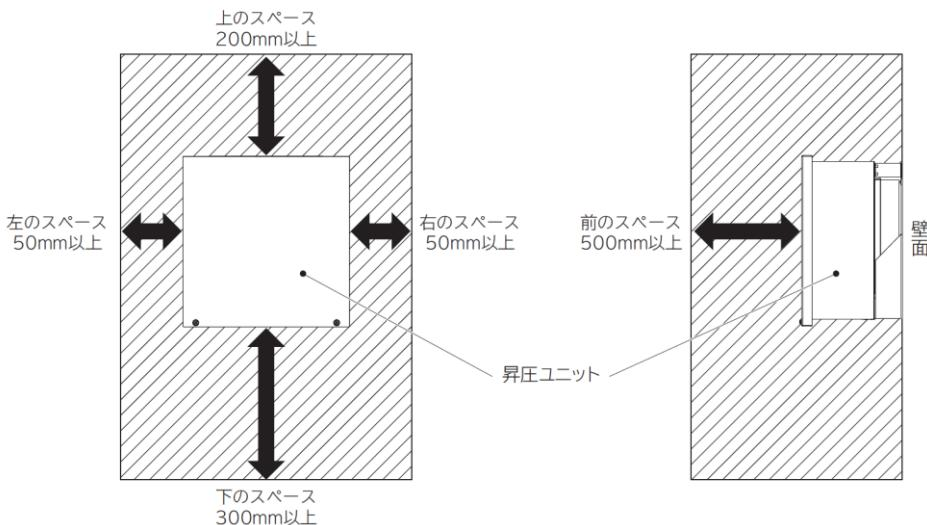

図 5-1 放熱・据付工事に必要なスペース
- (1) 昇圧ユニットは壁面に正しい方向で水平に取付けてください。
- (2) 昇圧ユニットの製品質量約 10 kg (取付板含む) に耐えられる強固な垂直な壁面に取付けてください。
- (3) 製品周囲は製品の冷却、および据付工事、メンテナンス時の作業空間確保のため図 5-1 に示す放熱・据付工事に必要なスペースを確保してください。
- (4) 日本国内で標高 1500m 以下の場所に取付けてください。
- (5) 昇圧ユニットに同梱されている工事説明書を参照の上、正しく安全に取付けてください。